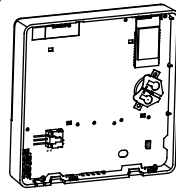

Abb. 3-5
- Legen Sie die Batterie in den Installationsort rein und vergewissern Sie sich, dass die positive Batterieseite mit dem Pluspol übereinstimmt. (Siehe Abb. 3-5)